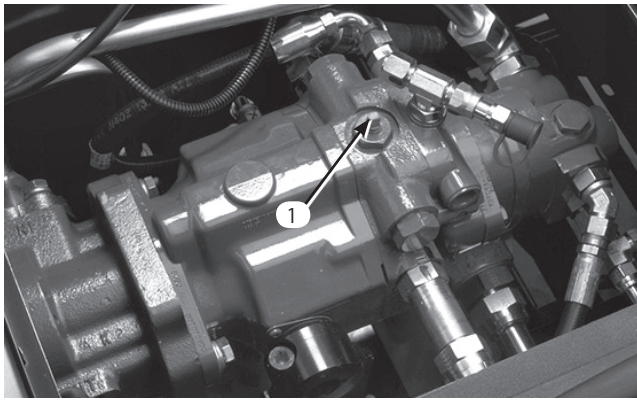

図19
3. バイパスバルブ（図19）を90°回す。これによりトラクションポンプ内のバイパス回路が開く。バイパスバルブによってトラクションポンプ内にバイパスが形成され、油圧機器を損傷することなく移動できるようになる。